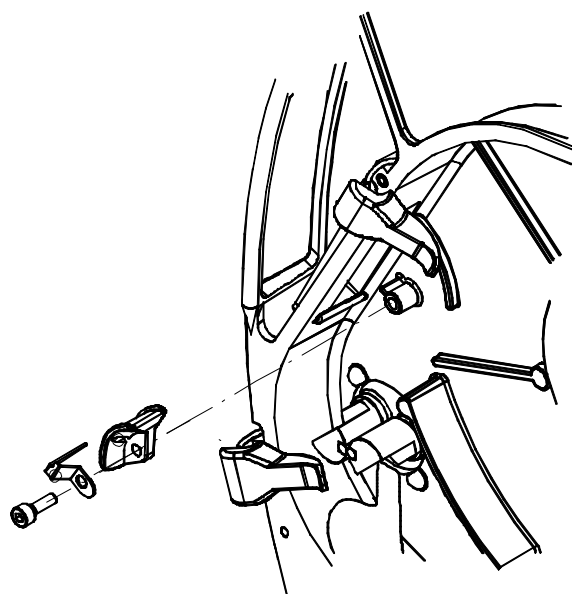

Рисунок 10-8
- Открутите индекс отсчета и удалите его (Рисунок 10-8).
- Сделайте петлю (М) и S-образный изгиб (L), как показано на Рисунке 10-7.
- Если необходимо отрегулируйте петлю (М) и S-образный изгиб (L) ленты на оси катушки.
- Установите индекс отсчета (Рисунок 10-8).